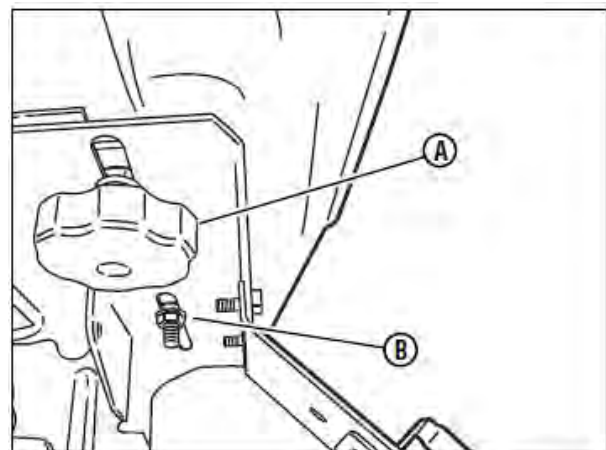

図 5-3 座席の調整
4. 座席に座ってみて、運転操作しにくい場合は図 5-3 の A のように座席の位置を調整してください。「シートの調整」項参照
1. エンジンを停止して、二つの調整ノブ(図 5-3 の A)を緩めます。座席を操作しやすい位置にしてからノブをしっかりと締めます。